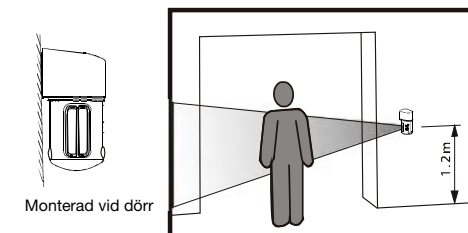

Fig. 7
5. Bredvid dörröppning. Optimal höjd är 1,2 meter (fig. 7).